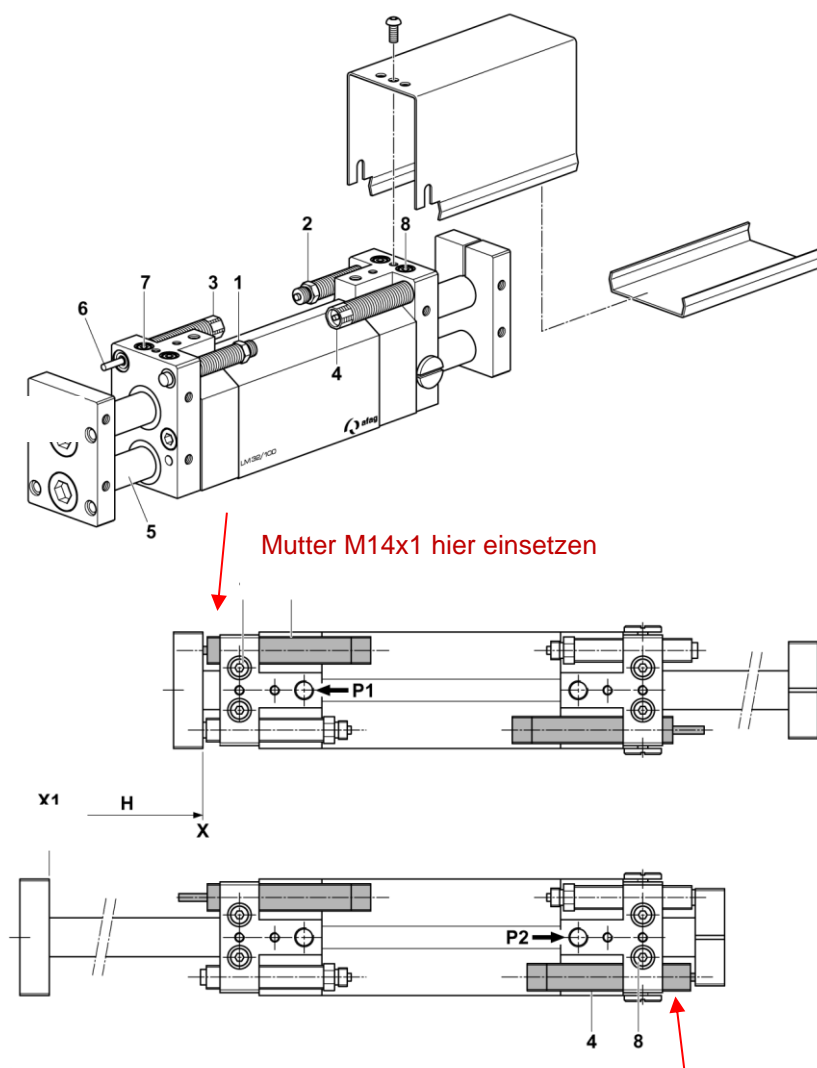

Abb. 21 Einstellen der Stossdämpfer
1. Hub (H) wie oben beschrieben einstellen (über Anschlagsschrauben 10 und 12).
2. Druckluft an (P1) geben. Der Schlitten (Abb. 21, 5) des LM fährt nach rechts, bis Begrenzung durch Anschlagsschraube (Abb. 21, 1) in Position (X).
3. Stossdämpfer (Abb. 21, 3) im Uhrzeigersinn einschrauben, (der Dämpferstift (Abb. 21, 6) wird dabei in den Dämpfer hineingedrückt) bis der Schlitten (Abb. 21, 5) anfängt sich zu bewegen.
4. Stossdämpfer (Abb. 21, 3) nun im Gegenuhrzeigersinn zwei Umgänge ausschrauben und mit Stiftschraube (Abb. 21, 7)* sichern. (Eine Umdrehung = 1mm).
5. Druckluft an (P2) geben. Der Schlitten (Abb. 21, 5) des LM fährt nach links bis Begrenzung durch Anschlagsschraube (Abb. 21, 2) in Position (X1).
6. Gleicher Vorgang wie unter Punkt 3-4 mit Stossdämpfer (Abb. 21, 4) wiederholen. Danach Stossdämpfer mit Mutter (Abb. 21, 8) sichern